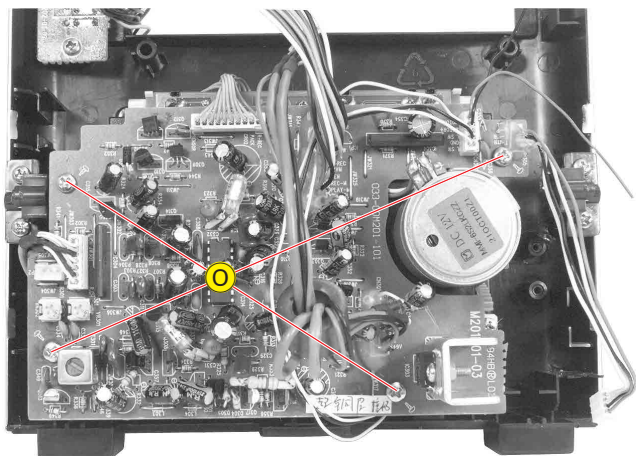

Fig. 22
- 4 Schrauben ① (Fig. 22) herausdrehen.